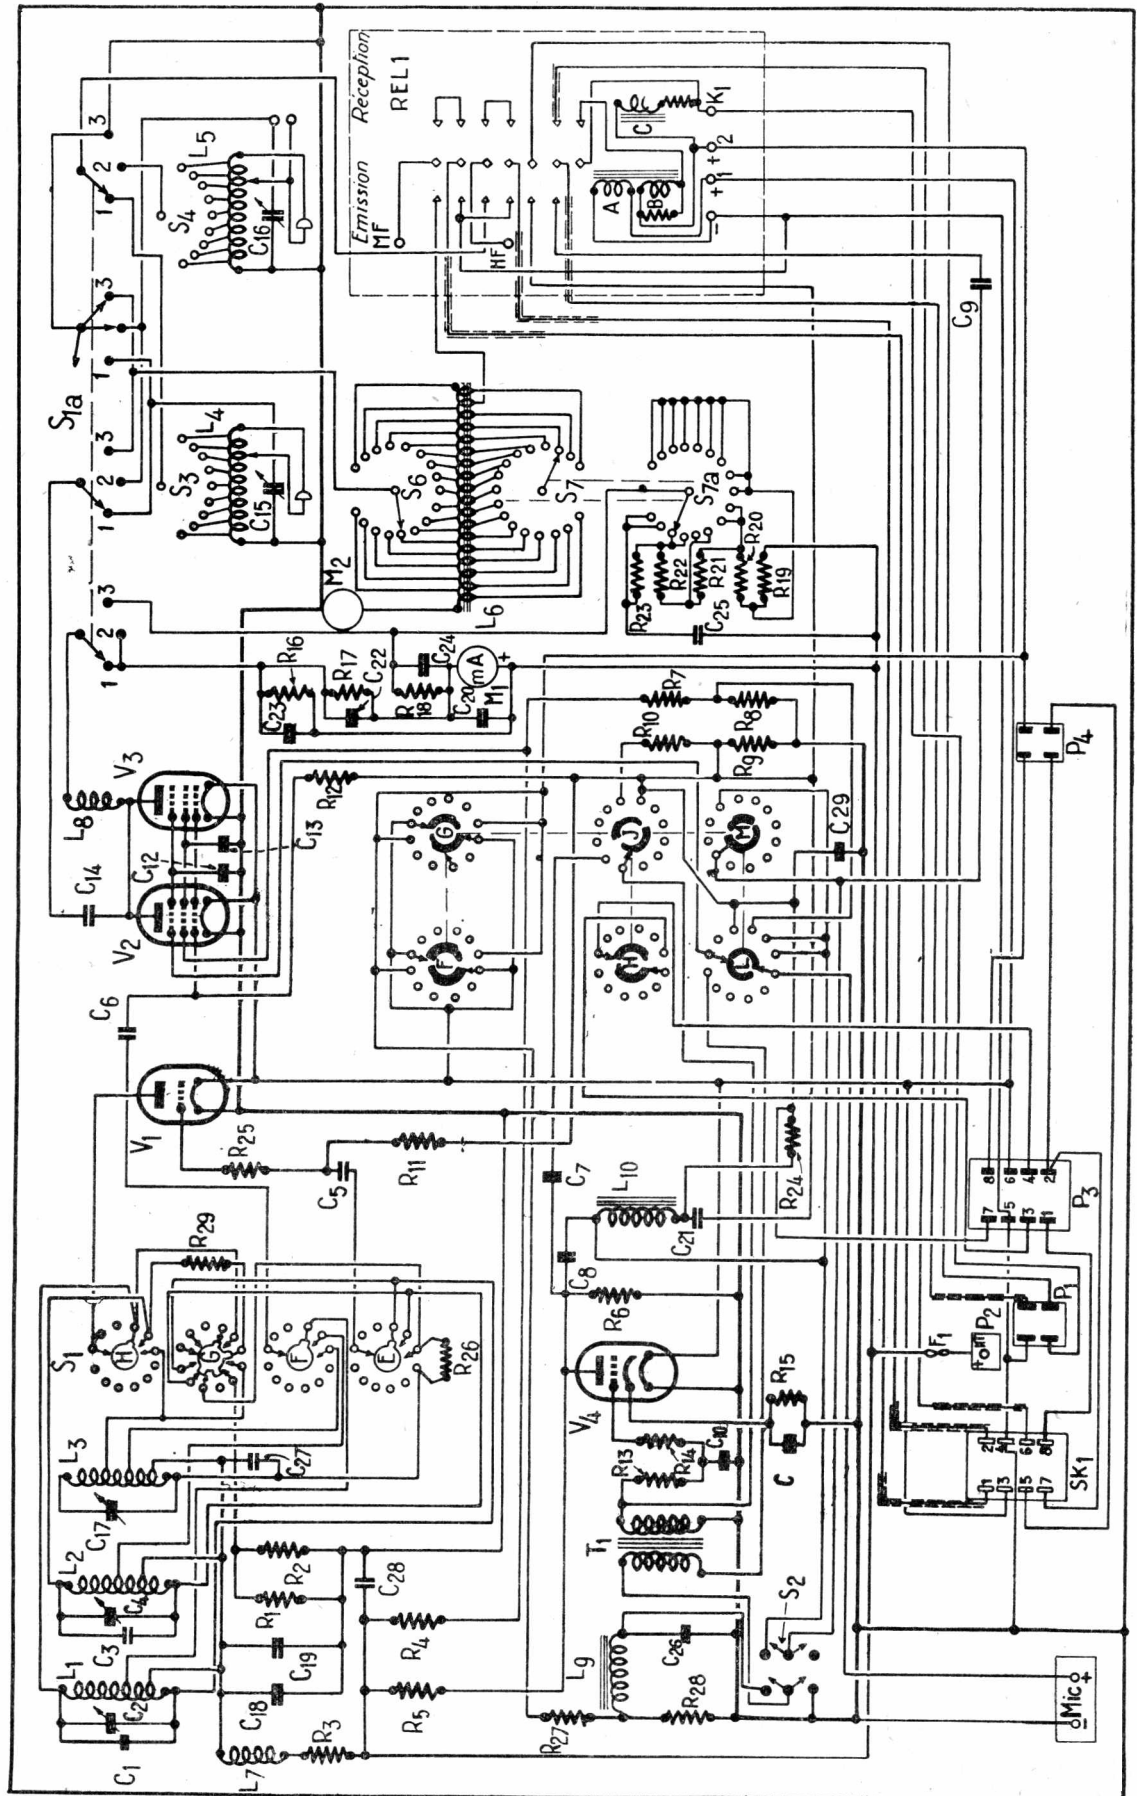

FIG. 1
De très nombreux lecteurs nous ont demandé, à plusieurs reprises, de leur communiquer le schéma de cet émetteur. Hélas, nous n'avons pas pu le faire jusqu'à présent; en fait, nous ne possédions que des schémas partiels, plus ou moins clairs et lisibles, plus ou moins exacts aussi (1), autrement dit des schémas d'aucune utilité. Mais voici que grâce à l'obligeance de l'opérateur de la station F8NE, notre documentation s'est enrichie du schéma tant réclamé, schéma complet, clair, et absolument exact. Dans le but de donner satisfaction à tous les possesseurs d'un T 1154, nous publions ce schéma sur la figure 1, et nous remercions vivement notre ami F8NE pour son envoi aux noms de tous les amateurs intéressés.
FIG. 1 bis
au schéma de la figure 1.